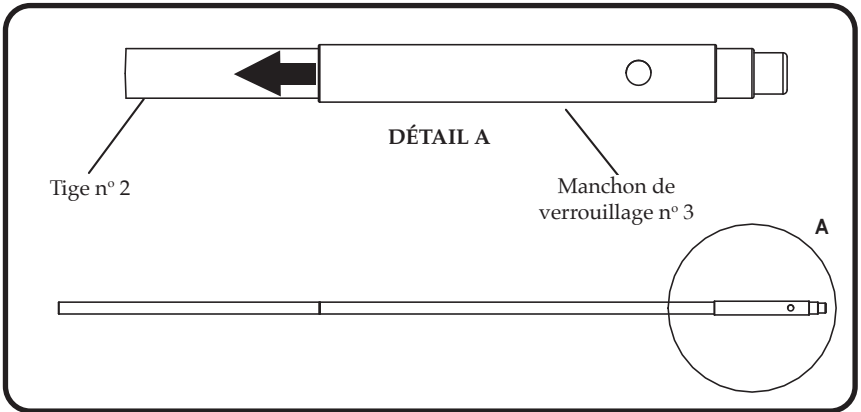

Figure 8
- 8) Faites glisser le manchon de verrouillage no 3 sur l'extrémité de la tige no 2 (à la position de l'hiloire), en vous assurant que le trou du bouton-pression est orienté vers l'extrémité libre de la tige no 2. **Voit la figure 8.**